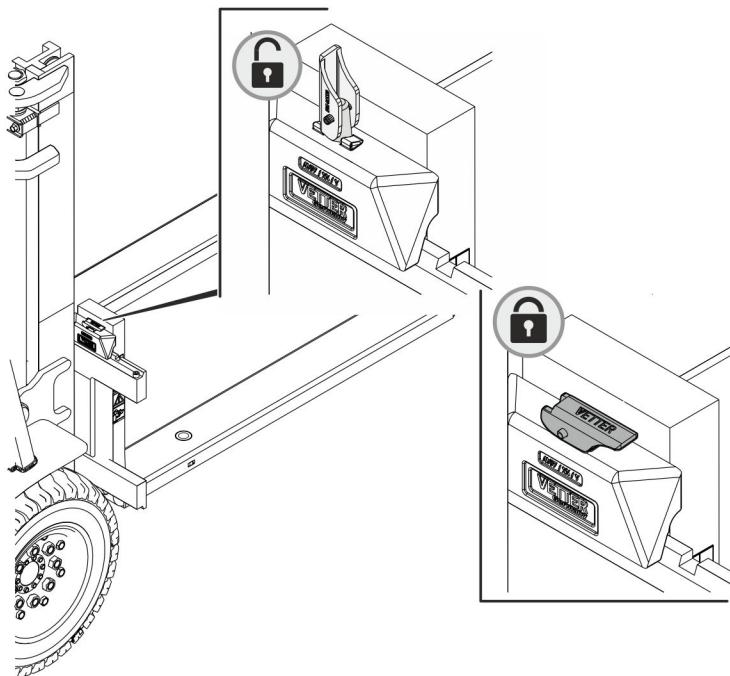

Abb. 7: Arretierung schließen
9. → ManuTel® SlimLine durch Schließen des Arretierungshebels innerhalb der Arretierungsnuhen verriegeln (Abb. 7).